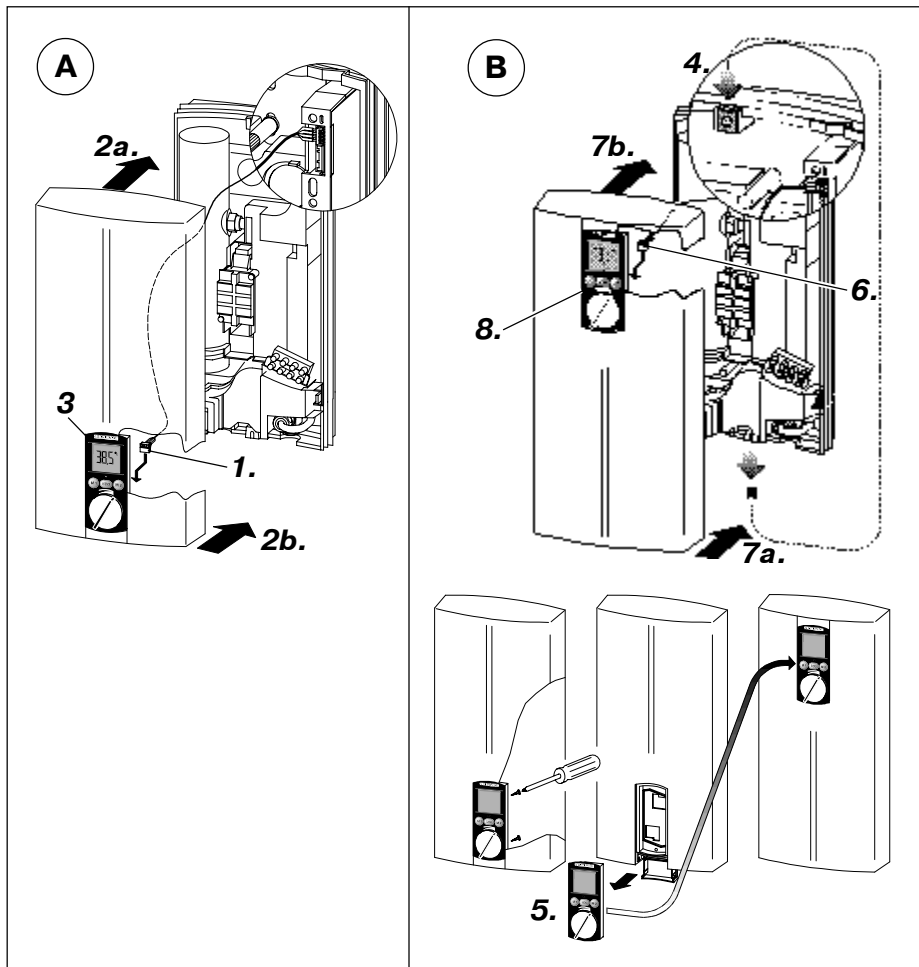

Рис. 23
– Монтаж над мойкой (рис. 23 А)
– Монтаж под мойкой (рис. 23 В)